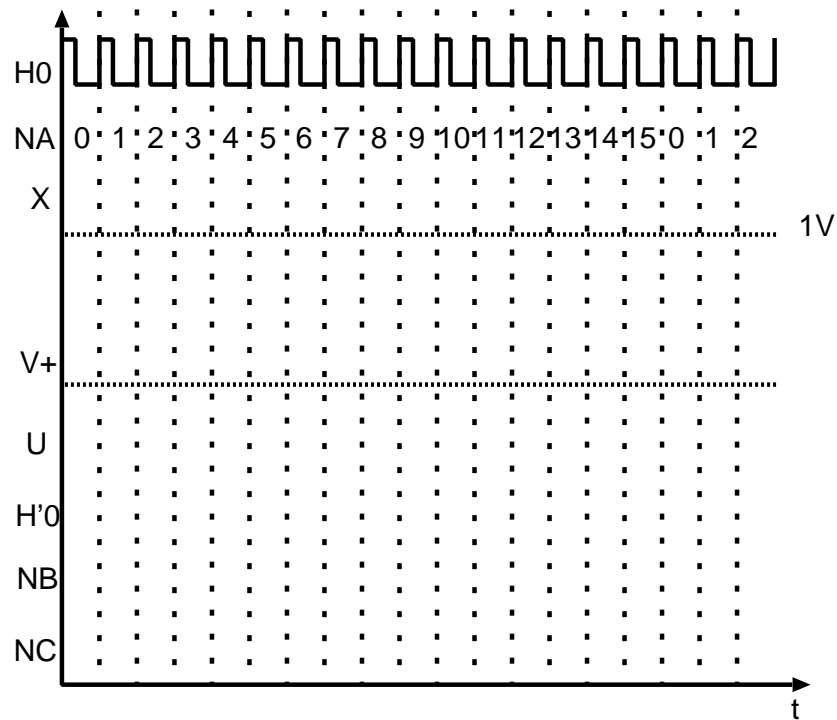

Figure 12: Diagramme CAN à rampe
- Exprimer  $X$  en fonction de  $H_0$  et des  $Q_i$  du compteur  $A$ . Compléter sur la figure 12 le chronogramme de  $X$ .
- Avec les valeurs précédentes, compléter les chronogrammes de la fig 12 pour  $U_0 = 0,61V$ .